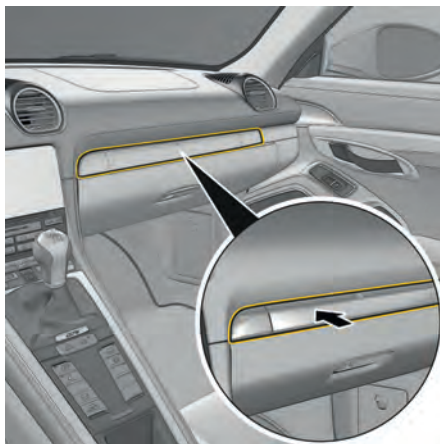

Fig. 179 : Porte-boissons
1. Appuyez sur le cache (fig. 179).